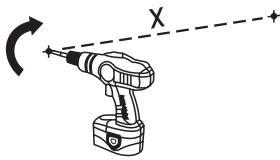
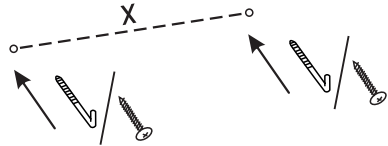
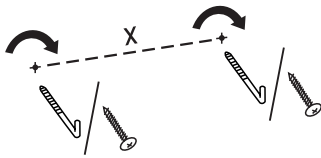

Рис. 1.3
Рис. 1.4
Рис. 1.5
3. Просверлите отверстия в стене под дюбели, которые поставляются в монтажном комплекте (Рис. 1.3) **ВНИМАНИЕ! Монтажный комплект предназначен для твердых оснований (бетон, силикатный/керамический полнотелый кирпич). В случае иного материала стен, клиенту необходимо заменить монтажный комплект на соответствующий вид крепежа.** Вставьте в отверстия дюбели и вкрутите крепежные элементы (Рис. 1.4 и Рис. 1.5).